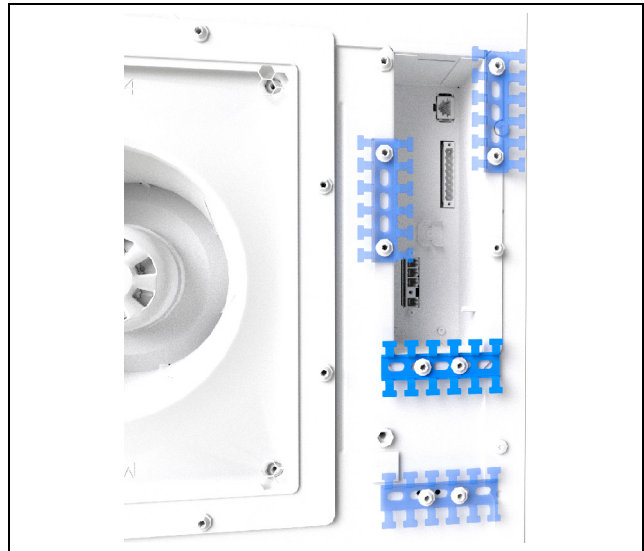

Abb. 19: Anbringen der Hammerfußschiene (beispielhafte Darstellung)
- Der Kabelschirm kann an der Hammerfußschiene (Abb. 19) kontaktiert werden.